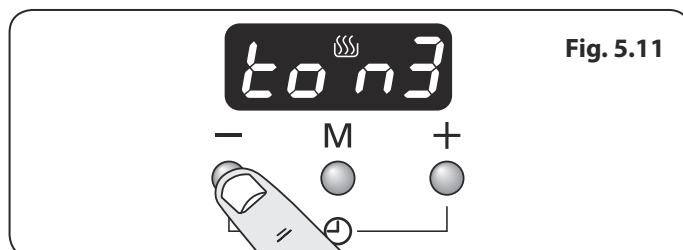

Fig. 5.11
2. Du väljer larmton genom att trycka på knappen [-] tills önskad ton framkommer (**Fig. 5.11**).